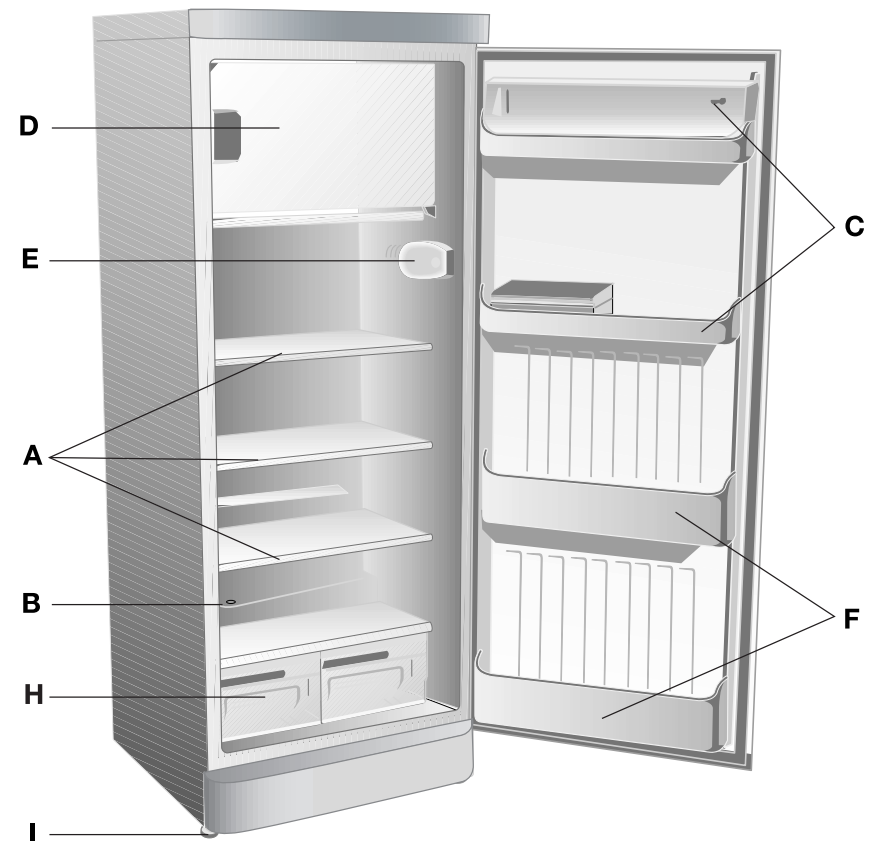

fig.1
- Voor aansluiting van het apparaat dient gecontroleerd te worden of de spanning overeenkomt met de wisselspanning op het typeplaatje (zie groentelade fig. 1:H).
- Stel het apparaat waterpas met de aan de voorkant aanwezige stelpoten (fig. 1:I). Dit is belangrijk, daar anders de deuren na enige tijd niet goed meer sluiten. Aan de achterzijde bevinden zich twee wielen zodat verplaatsen eenvoudig is.
- Zorg dat tijdens het reinigen van de binnenkant, geen water in de afvoergoot (fig. 1:B) terecht komt.